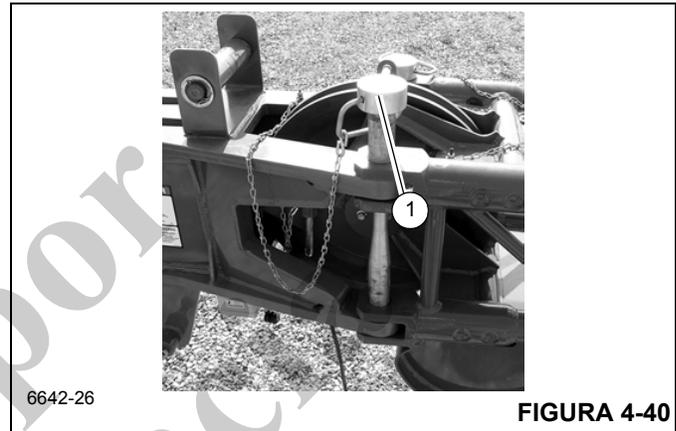

FIGURA 4-40
6. Quite el pasador (1) (Figura 4-40) de la sección articulada. Instale el pasador en la sección de plegado doble y reténgalo con el pasador de pinza.